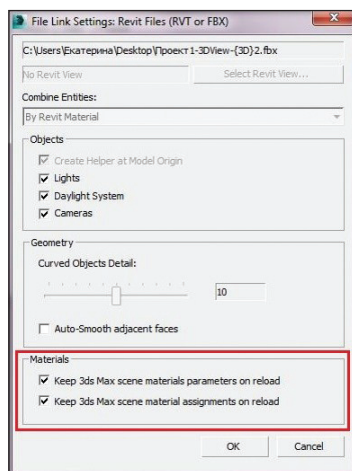

Рис. 4
2. Второе окно позволяет выбрать объекты, которые необходимо обновлять: освещение, камеры или материалы, которые были экспортированы из Autodesk Revit Architecture и изменены в Autodesk 3ds Max. Флажки устанавливаются в зависимости от результата, который необходимо получить (рис. 4).